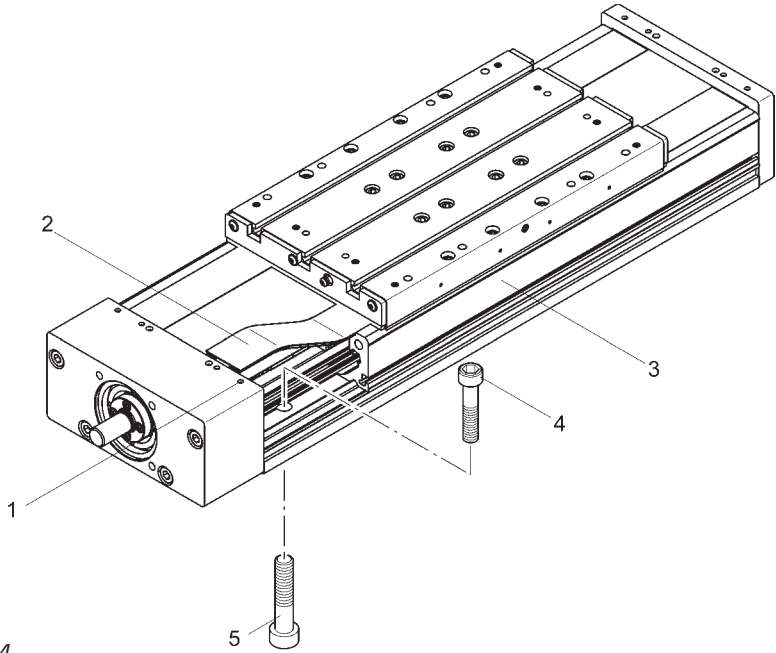

Figure 4
1. **Figure 4:** desserrer le dispositif de blocage (1) de la bande de recouvrement externe.
2. Soulever la bande de recouvrement (2) et desser la vis de fixation (4) correspondante.
1. **Figure 4:** desserrer la vis de serrage (5) correspondante.